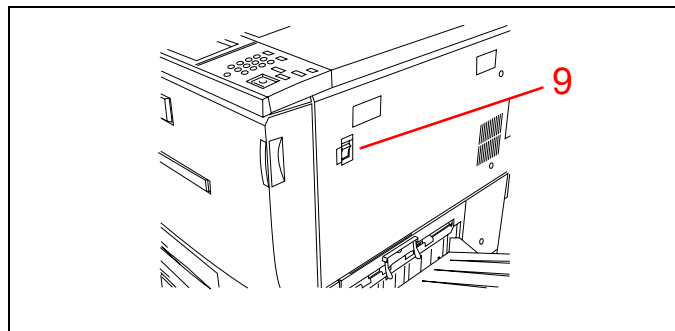

Figura 2
**Aponte para** a localização do interruptor de alimentação. Consulte a Figura 2.